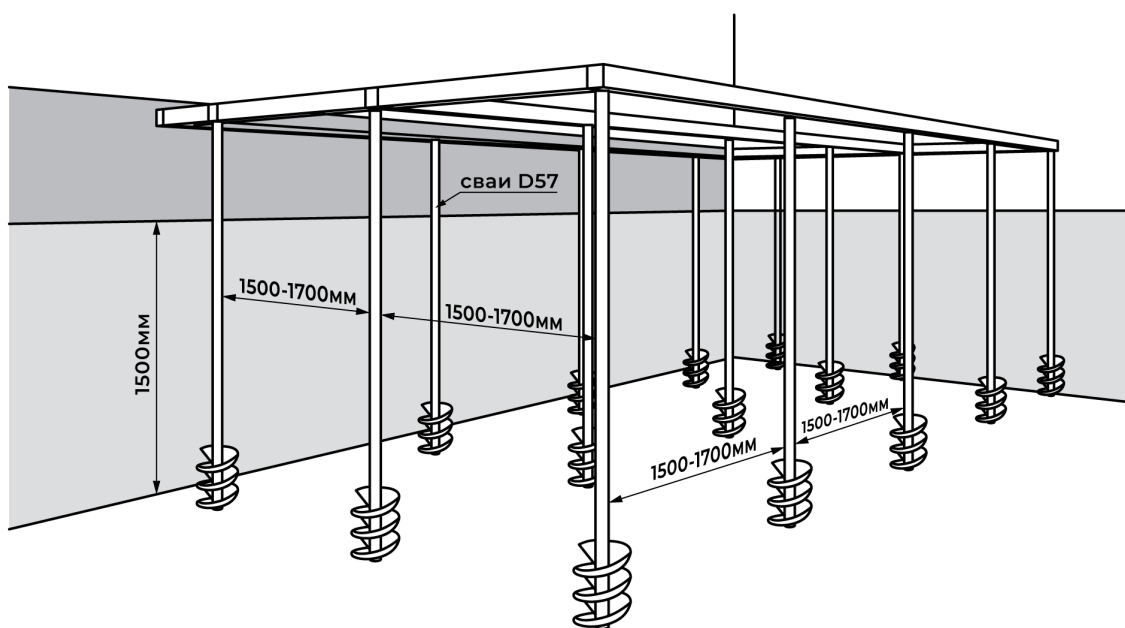

Рис.1
1. При помощи сваекрута устанавливают винтовые сваи на глубину промерзания грунта (1500 мм) с шагом 1500-1700 мм (рис.1).
4. Наваривают первый уровень каркаса (ростверк) из стального квадратного профиля 80x80x3 (рис.1).